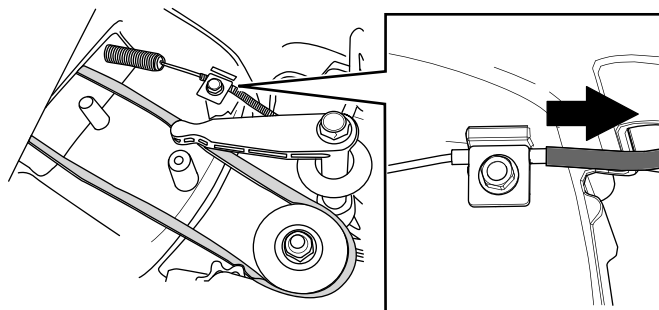

Figura 32
6. Tire de la cubierta del cable para eliminar la holgura (Figura 32).